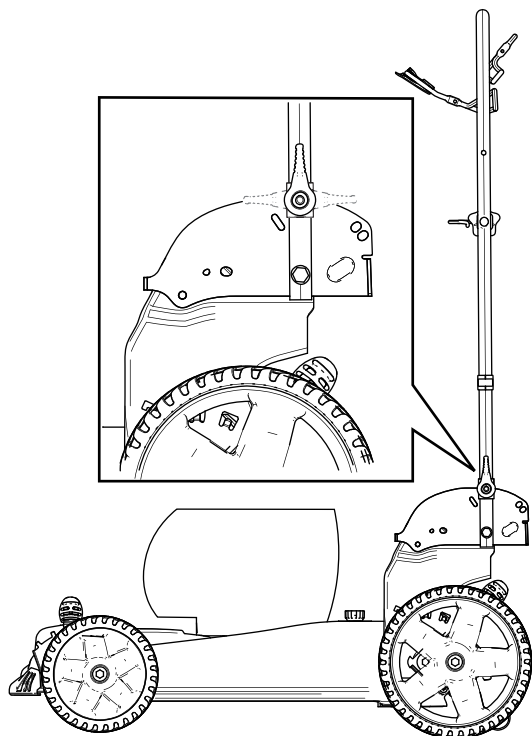

Figura 21
4. Pliegue el manillar hacia adelante, a la posición vertical o a la posición de plegado completo, según se indica en Figura 21.